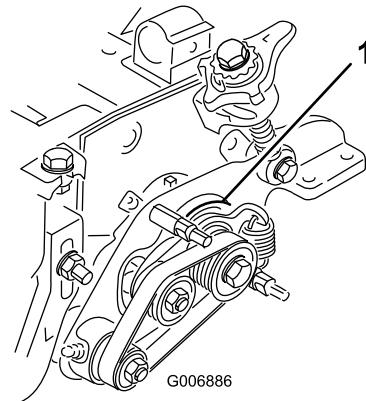

図 28
5. メイン・ドライブのブッシュ(図 28)が駆動ハブの周囲を自由に回転できることを確認する。